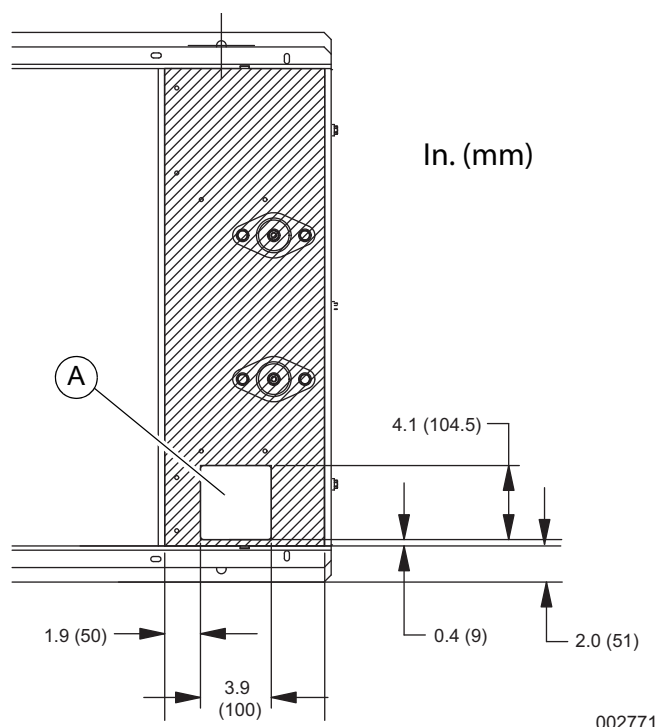

Figura 3-4. Plano de instalación, detalle del área de paso de tuberías (típico)
Para el conducto de carga, conducto de alimentación auxiliar (alto voltaje) y conducto de cableado de control (bajo voltaje), consulte los planos de instalación de la unidad para conocer la ubicación y las dimensiones del área de paso de tuberías. La Figura 3-4 ilustra una abertura típica del paso de tuberías (A).